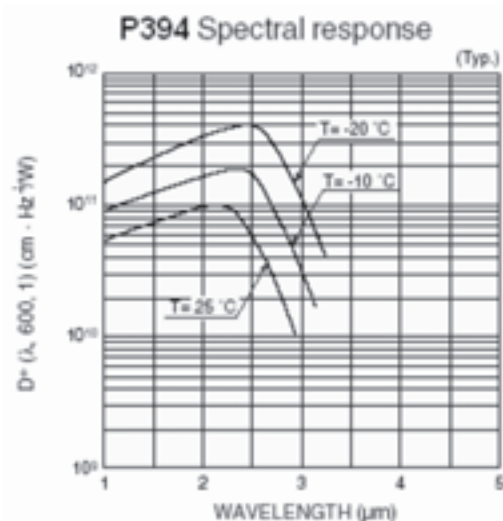

图1
- ◆ DInGaAs1600型内装国产小面积InGaAs探测元件（光谱响应度曲线参考图1）
- ◆ DPbS2900内装进口硫化铅探测器(光谱响应度曲线参考图1)